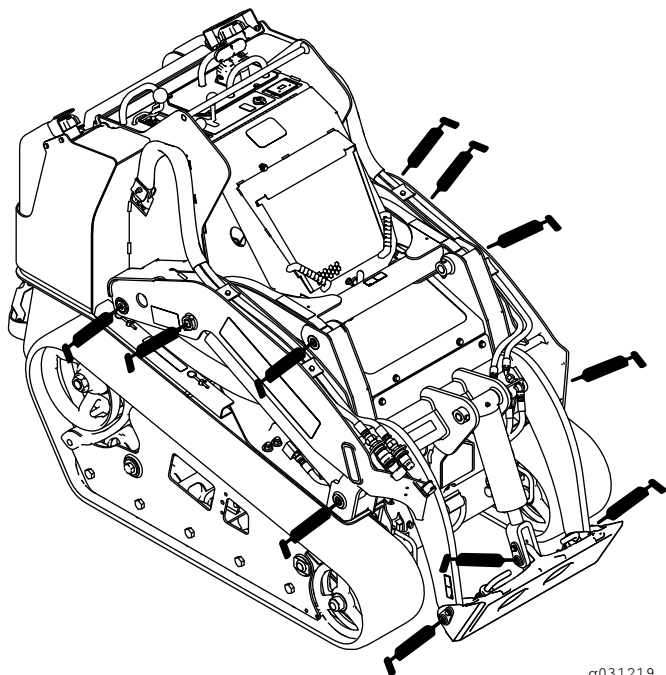
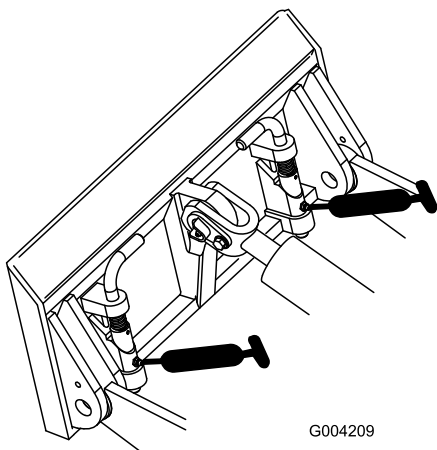
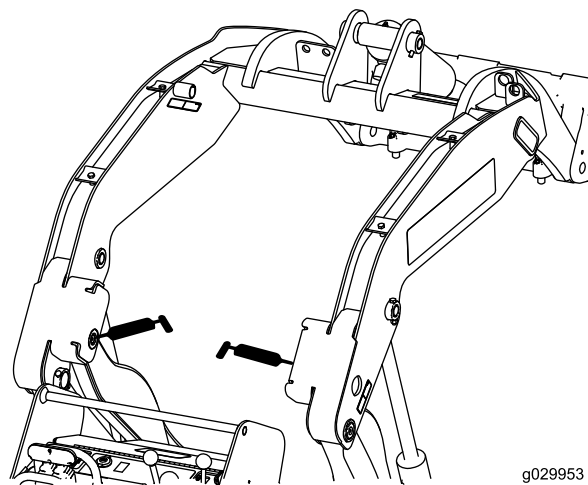

Figura 41
Figura 42
Figura 43
3. Collegate un ingrassatore a pressione a ciascun raccordo (Figura 41, Figura 42 e Figura 43).
Nota: Sollevate i bracci caricatori prima di ingrassare i raccordi nella Figura 43.